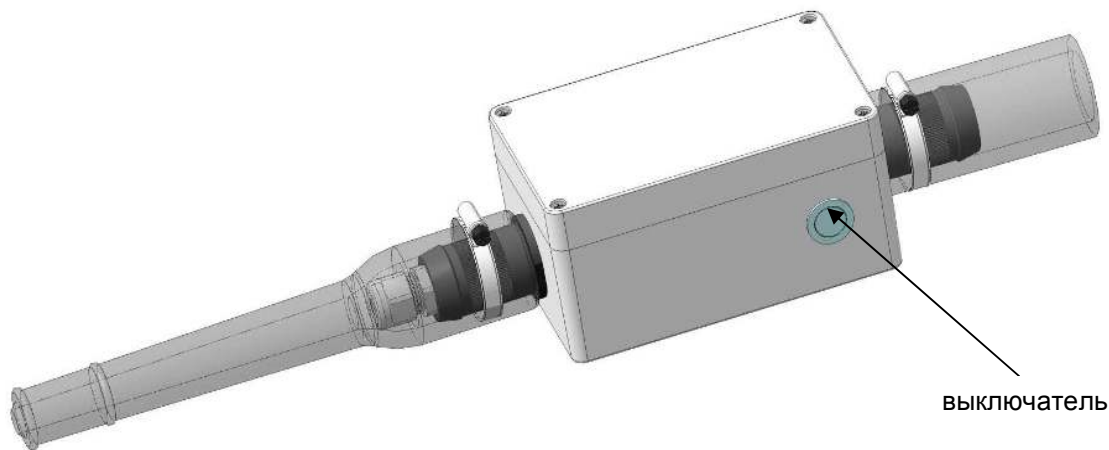

Рис.2 Внешний вид бокса преобразователя с кнопкой включения –выключения.
2. герметичного бокса с преобразователем, кнопкой-выключателем (рис.2) и световым индикатором (рис.3)